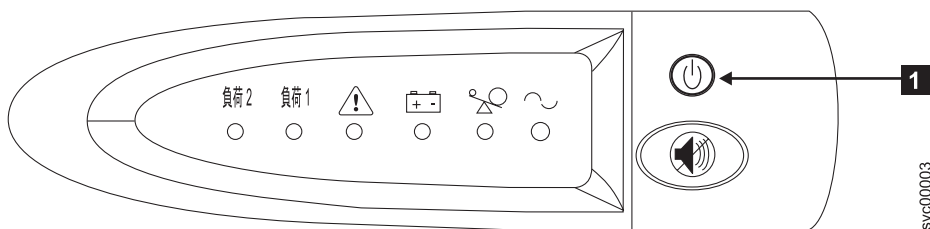

図 261. 2145-1U 無停電電源装置 フロント・パネル・アセンブリー
1. 2145-1U 無停電電源装置の前面で、電源ライトが消えるまで (約 5 秒)、「オン/オフ」ボタン (690 ページの図 261 の **1**) を押し続けます。2145-1U 無停電電源装置の一部のバージョンでは、オン/オフ・ボタンを押すために、ねじ回しのような先の尖った道具が必要な場合があります。2145-1U 無停電電源装置は待機モードになります。